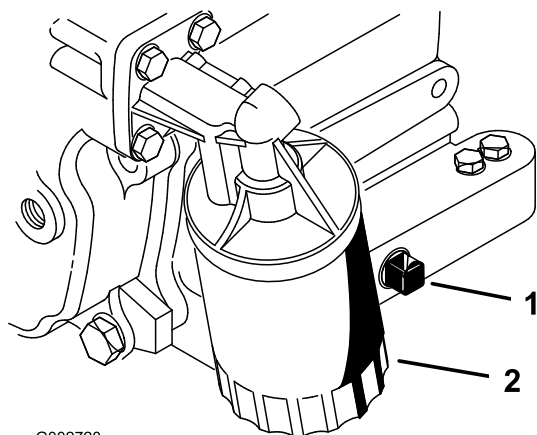

Figura 25
2. Togliete il tappo di spurgo (Figura 25) e lasciate defluire l'olio in una bacinella. Quando l'olio cessa di defluire, rimontate il tappo.
3. Togliete il filtro dell'olio (Figura 25).